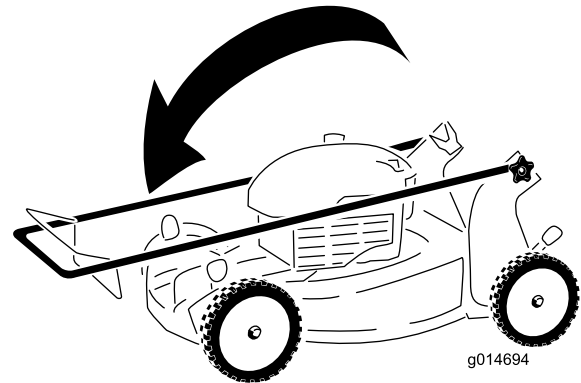

Figura 26
3. Pliegue hacia adelante la sección superior del manillar (ver Figura 26).